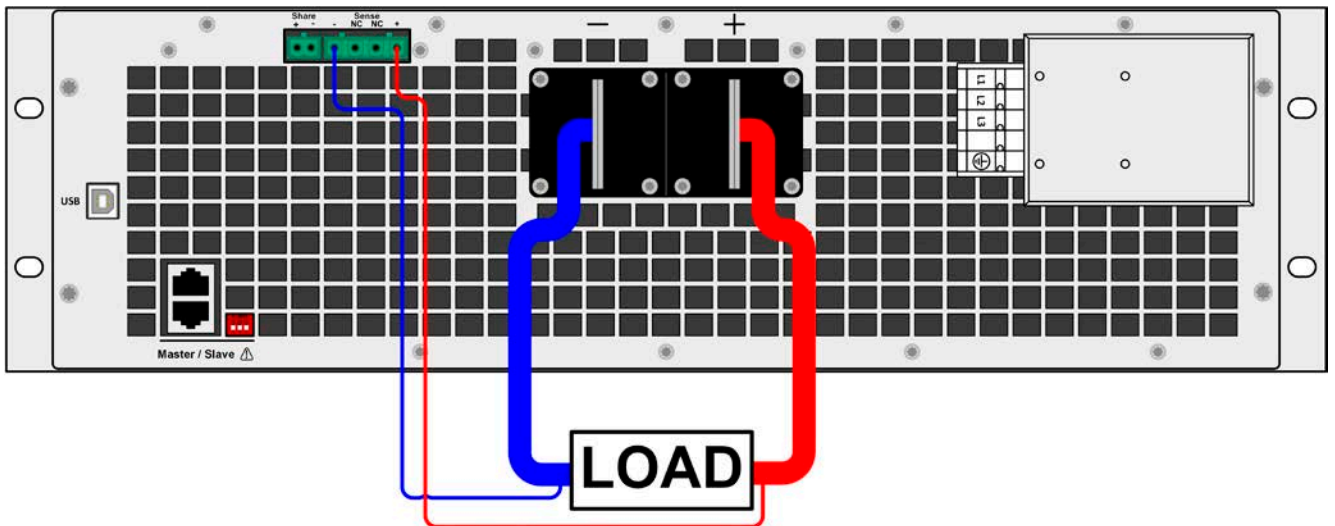

图 8 - 远程感测接线举例
- 感测线跟负载之间要+与+，-与-相连，否则会损坏两台电源的感测输入端。见下面图8。